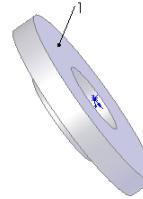

图 4-51 拉伸的图形
**10** 设置视图方向。单击“视图”工具栏中的“旋转视图”图标 ，将视图以合适的方向显示，结果如图 4-51 所示。
**11** 设置基准面。选择图 4-51 所示的面 1，然后单击“标准视图”工具栏中的“正视
**13** 圆周阵列草图。在菜单栏中选择“工具” $\rightarrow$ “草图绘制工具” $\rightarrow$ “圆周阵列”命令，或者单击“草图”工具栏中的“圆周草图阵列”图标按钮 $\text{C}_\circ$ ，此时系统弹出如图 4-53 所示的“圆周阵列”属性管理器。在“要阵列的实体”一栏中，用光标选择图 4-51 中的圆。按照图示进行设置后，单击属性管理器中的“确定”图标 $\checkmark$ ，结果如图 4-54 所示。